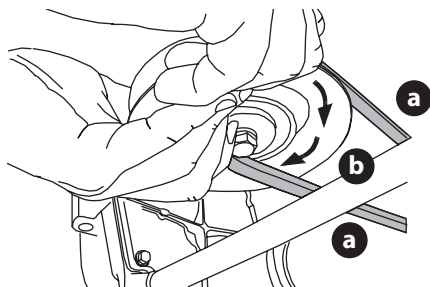

Figura 42
- d. Mientras sostiene la correa de la PTO (a) hacia abajo, siga girando la polea de la PTO (b) hasta que la correa de la PTO (a) se deslice fuera de la polea (b) (Figura 42).
8. Tire del lado derecho de la correa de la PTO hacia atrás y coloque el lado V angosto de la correa de la PTO en la polea de la PTO (Figura 42 en la página 68).
9. Mientras sostiene la correa y la polea de la PTO juntas, gire la polea de la PTO hacia la izquierda (Figura 42 en la página 68). Siga sosteniendo y rotando la polea de la PTO y la correa de la PTO hasta que la correa de la PTO se enrolle totalmente en la polea de la PTO.